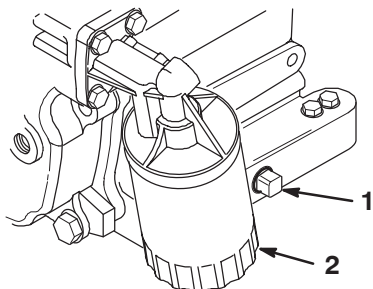

Bild 27
5. Entfernen Sie die Ablassschraube (Bild 27) und lassen das Öl in ein Auffanggefäß ab. Schrauben Sie die Ablassschraube wieder ein, nachdem das Öl abgelassen ist.
2. Entsorgen Sie den alten Ölfilter (Bild 27). Ölen Sie die neue Dichtung am Ölfilter leicht mit frischem Öl ein.